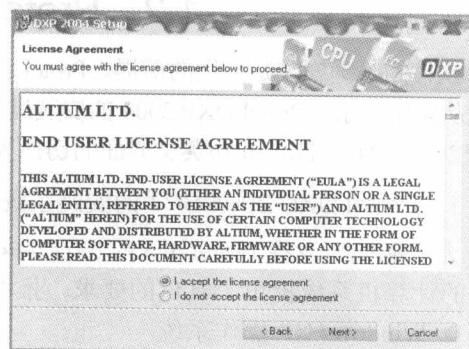
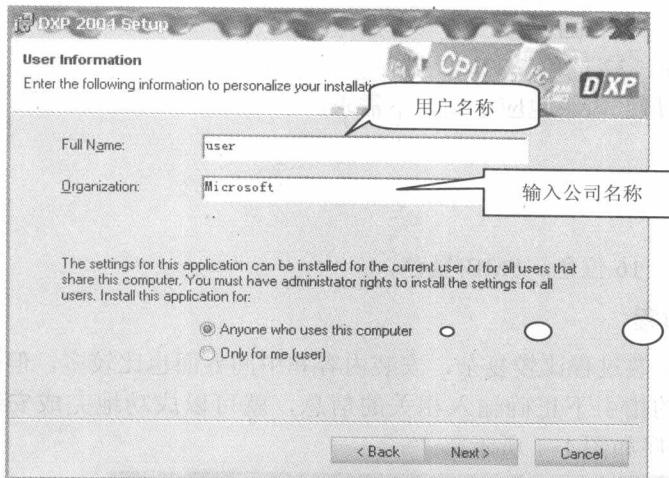

图 1-4 “License Agreement” 对话框
图 1-5 “User Information” 对话框
(2) 单击按钮 **Next >** → 弹出“License Agreement”对话框，如图 1-4 所示→选择“I accept the license agreement”→单击按钮 **Next >** → 弹出“User Information”对话框，如图 1-5 所示。